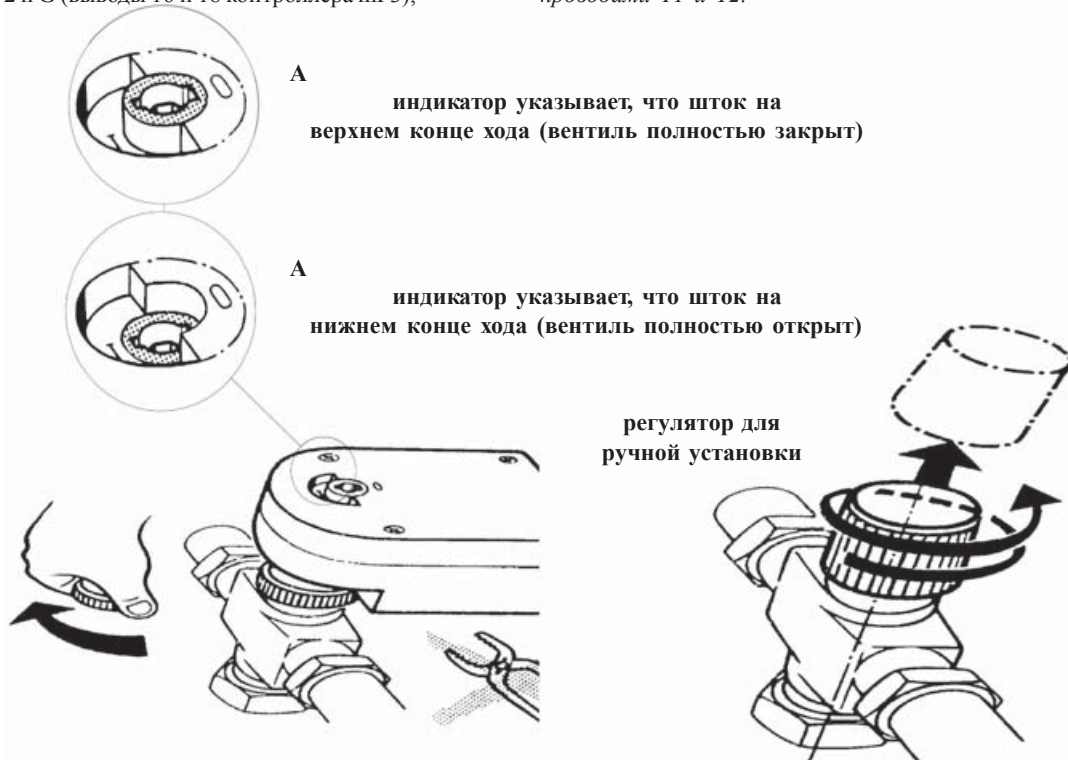

Рис.8
Сервомотор навинчивается на вентиль вручную, с помощью круглой накидной гайки (смотри рисунок 8). Никакого инструмента не требуется.
- снимите сервомотор с вентиля, отвинтив накидную круглую гайку (смотри рисунок 8), при этом шток вентиля будет полностью поднят, отсекая поток воды через теплообменник; в трехходовом вентиле для воды будет открыт байпас;